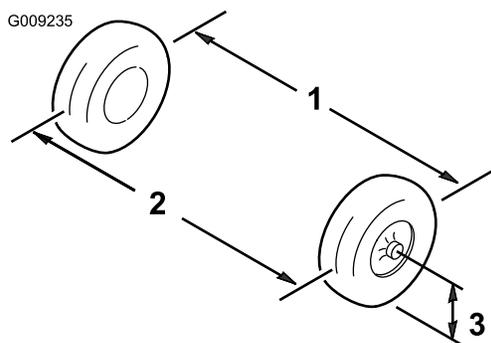

図 46
1. 前輪の前と後ろで、左右のタイヤの中央線間距離を測る計測はアクスルの高さで行う(図 46)。